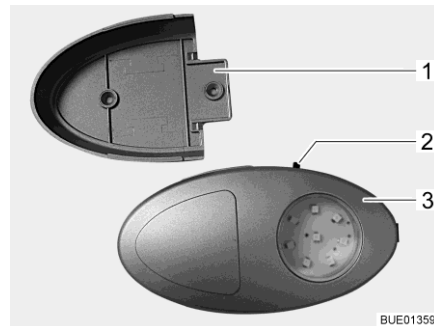

Bild 73 Klädskåpslampa/ficklampa
- ▷ Klädskåpslampan kan dras ut från skruvhållaren (Bild 73,1) och användas som ficklampa.
På-/av-brytaren (Bild 73,2) sitter direkt på klädskåpslampan (Bild 73,3).